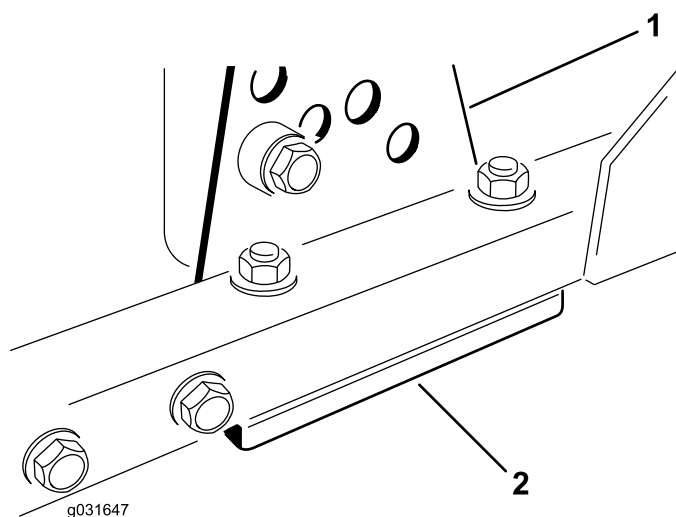

Figura 71
- Retire o suporte da altura de corte (frente, esquerda ou direita) da estrutura da plataforma (Figura 71).
- Ajuste os calços de 1,5 mm e/ou de 0,7 mm entre a estrutura da plataforma e o suporte para obter a altura de corte pretendida (Figura 71).
- Instale o suporte da altura de corte na estrutura da plataforma; instale os calços restantes debaixo do suporte da altura de corte (Figura 71).